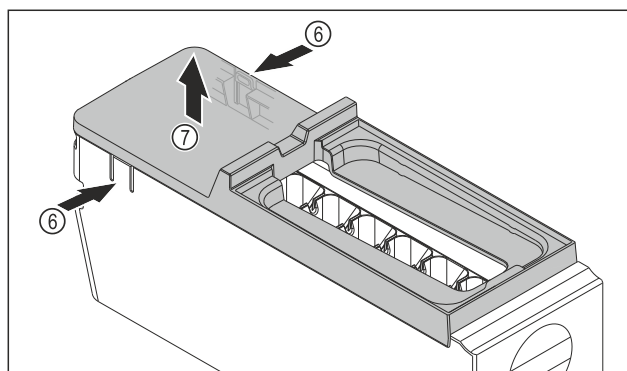

Fig. 97
- ▶ Udtagning af EasyTwist-Ice-legemets afdækning: Tryk på laskerne Fig. 97 (6) på begge sider af EasyTwist-Ice-legemet med den ene hånd.
- ▶ Tag afdækningen Fig. 97 (7) op og ud med den anden hånd.